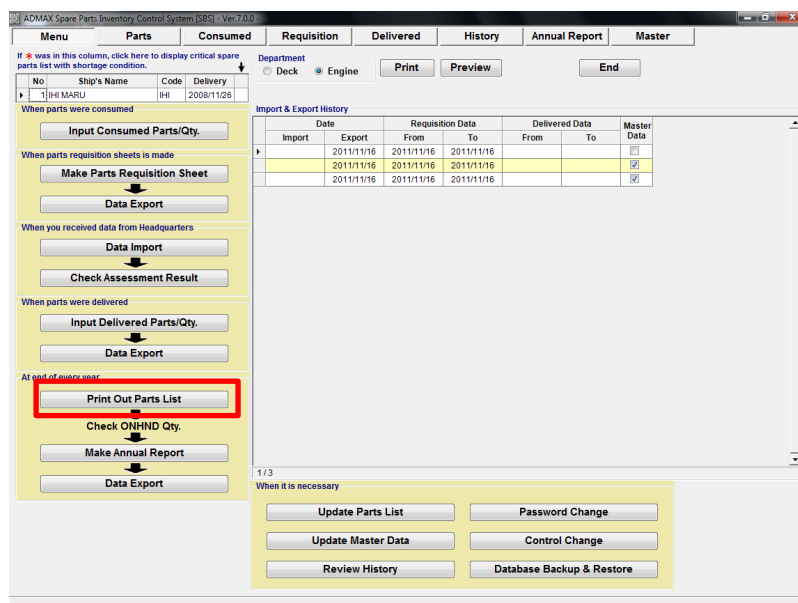

図 10.1 Menu
1. “Menu Screen” で、[Print out Parts List] をクリックします。(図. 10-1)
- “Menu Screen”で、[Make Annual Report] を選択します。(図.10-1)